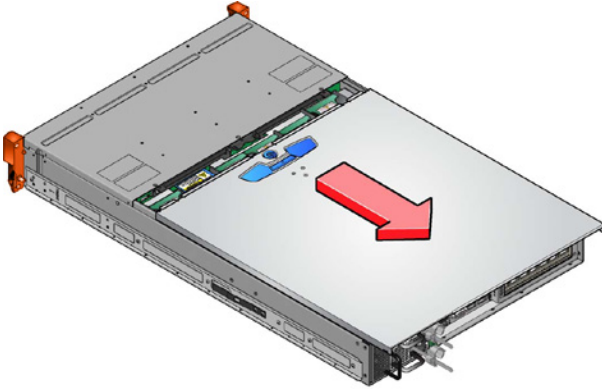

Abbildung 5: Entfernen des Gehäusedeckels
1. Entriegeln Sie den oberen Gehäusedeckel durch Drehen des Verriegelungsmechanismus in die „entsperre“ Position und schieben Sie ihn bis zum Anschlag zurück (siehe Abbildung 5).